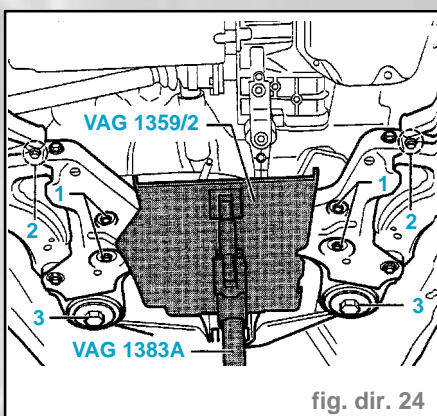

fig. dir. 24
- Mettre en place le lève-boîte **V.A.G. 1383A** avec le support **1359/2** (fig. dir. 24).